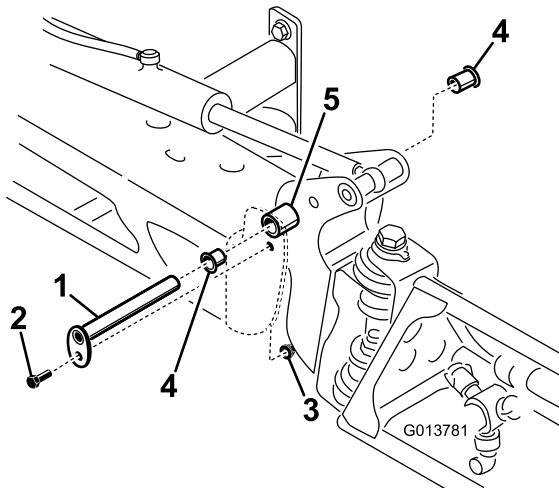

Figura 66
- Com o peso da rampa suportado, retire o parafuso e porca que seguram o pino de articulação à rampa (Figura 66).
- Retire o pino de articulação (Figura 66).
- Retire e inspecione as buchas de nylon dos lados dianteiro e traseiro do suporte de articulação (Figura 66).
- Monte a rampa e o apoio da articulação no chassis alinhando as aberturas (Figura 66).